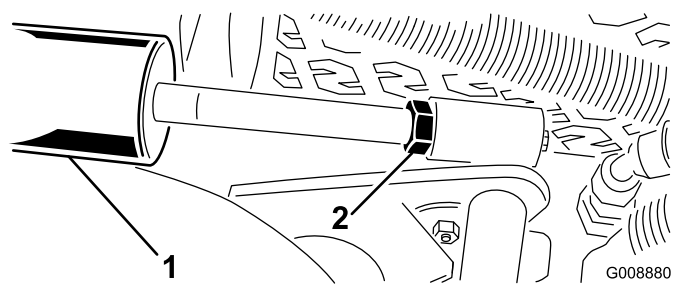

Рисунок 29
- A. Опустите режущие блоки и ослабьте затяжку контргайки на цилиндре (**Рисунок 29**).